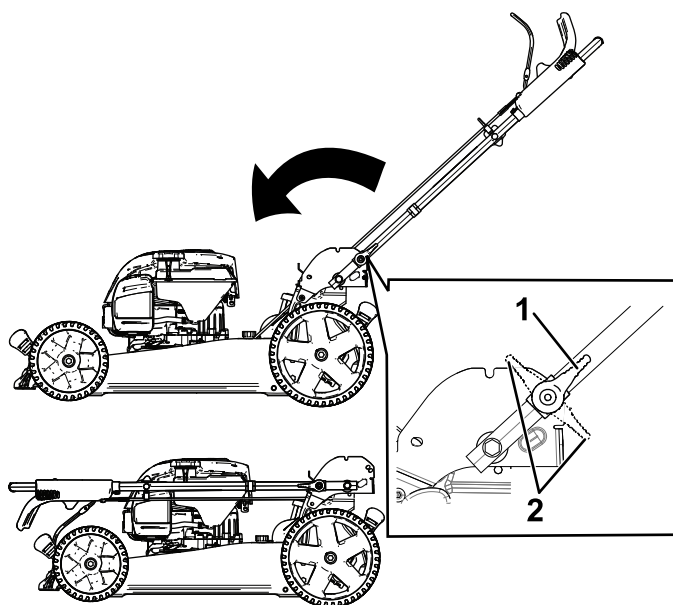

Figura 23
3. Abra las palancas de bloqueo del manillar (Figura 23).
4. Pliegue el manillar completamente hacia adelante (Figura 23).